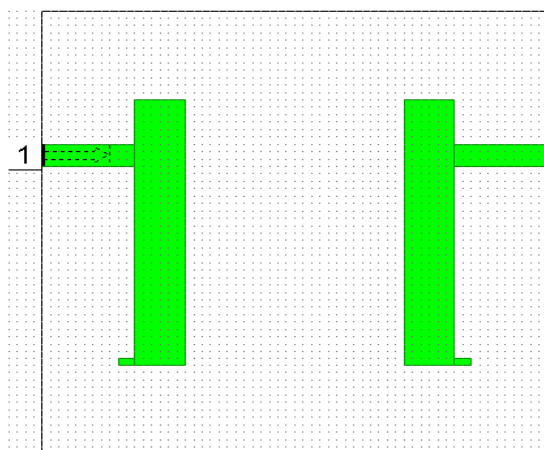

Рис. 6.41
8. Переместите курсор в окно электромагнитной структуры, нажмите клавишу **Ctrl** и щёлкните правой кнопкой мышки. Будет создано зеркальное отображение скопированной топологии. Переместите созданную копию резонатора вправо так, чтобы правый край горизонтального проводника совпал с правым краем корпуса электромагнитной структуры (рис. 6.41)